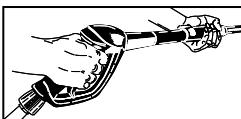

FIG. 4A
Tilslut fødeslangen til vandforsyningen (fig. 4A) og til slangestudsen på rengøringsmaskinen (fig. 4B).
- 1) Tænd for vandforsyningshansen (fig. 4A).
- 5) Sluk på vandforsyningens hane (fig. 4A).